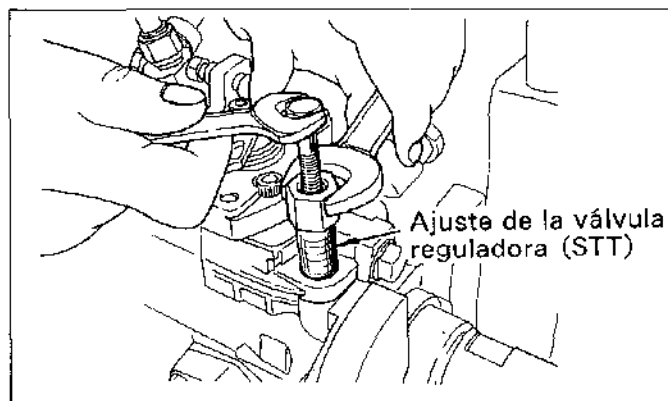

Figura.15-15 Ajuste de la válvula reguladora
(2) Si la presión interna es inferior al nivel especificado, use el ajustador de la válvula reguladora (STT) en la válvula reguladora, gire el perno para empujar la válvula reguladora de modo que la presión interna se ajuste al nivel especificado. (Vea la figura.15-15)